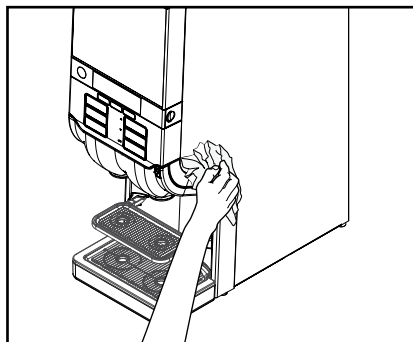

Abb. 33
6. Wischen Sie die Außenseite des Geräts mit einem feuchten und sauberen Tuch ab. (Abb. 33)